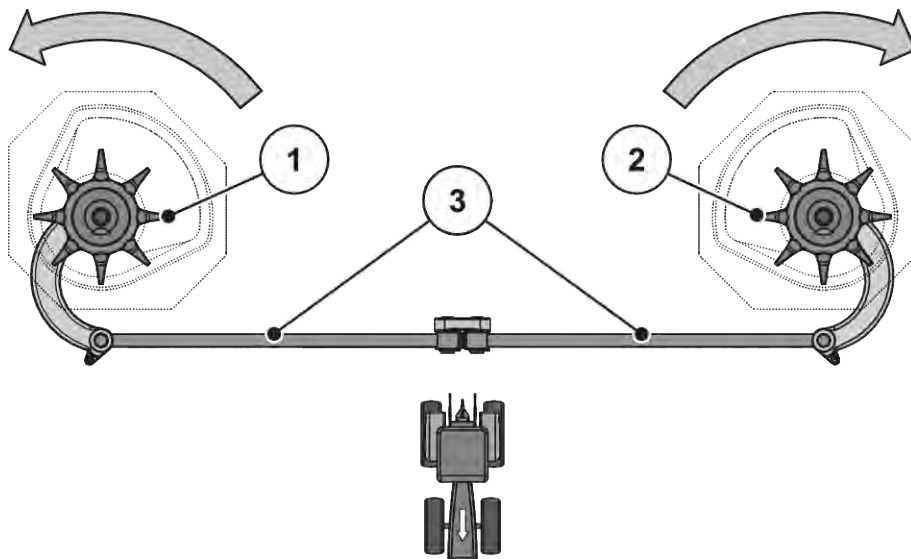

Fig. 53: Verificarea acționării agitatorului
► Rotiți cu mâna capul de amestecare **în sensul de rotație al discului aruncător**. A se vedea Fig. 53 Verificarea acționării agitatorului.
► Rotiți energic capul de amestecare cu mâna sau cu ajutorul unei benzi de filtru de ulei **în sensul contrar sensului de rotație al discului aruncător**. A se vedea Fig. 53 Verificarea acționării agitatorului